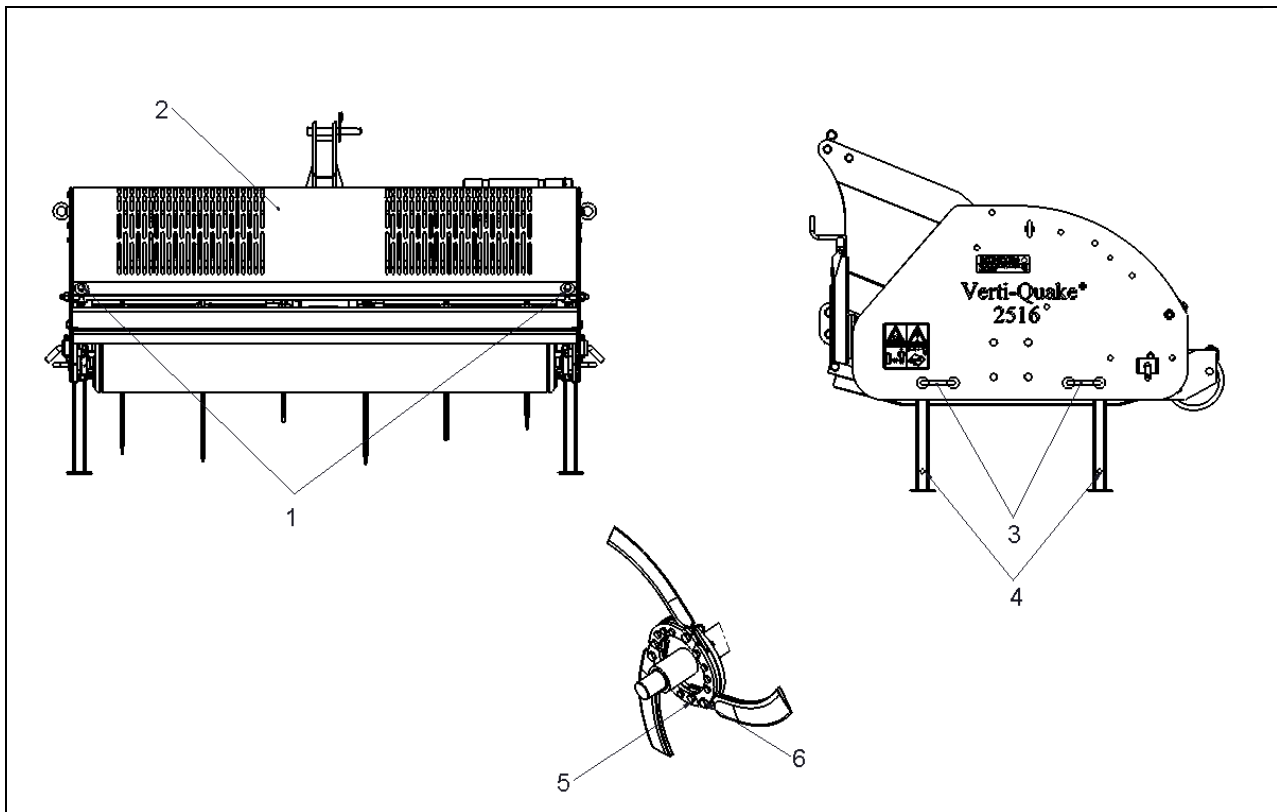

Fig. 8
1. Öppna en access panel (2) att lösa bultar (1) och tillgång luckan att köra (Fig. 8)
12. Montera inspektionsluckorna 2 och säkra dem genom att skruva åt bultar 1. (Fig. 8)